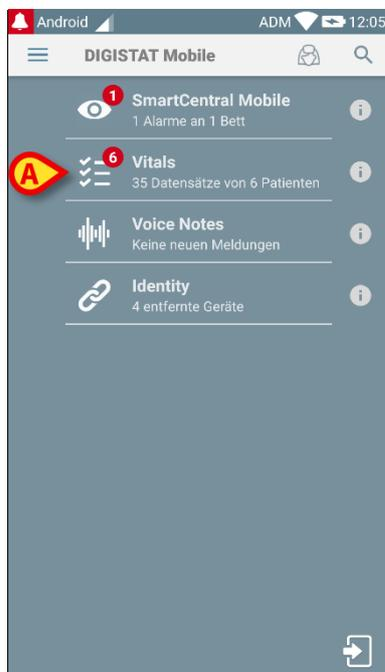

Abb. 55
- Berühren Sie die entsprechende Zeile auf dem Bildschirm des Handgerätes (Abb. 55).